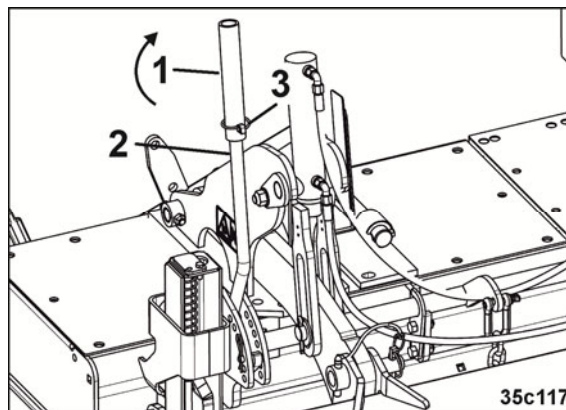

Рис. 90
1. Наденьте удлинительную трубу (Рис. 90/1) в перевернутом виде на рычаг (Рис. 90/2) и зафиксируйте пружинным фиксатором (Рис. 90/3).
2. Поднимите выравнивающий брус (Рис. 90/6) на необходимую высоту.
3. Закрепите выравнивающий брус с помощью пальца (Рис. 90/5) и зафиксируйте палец пружинным шплинтом.